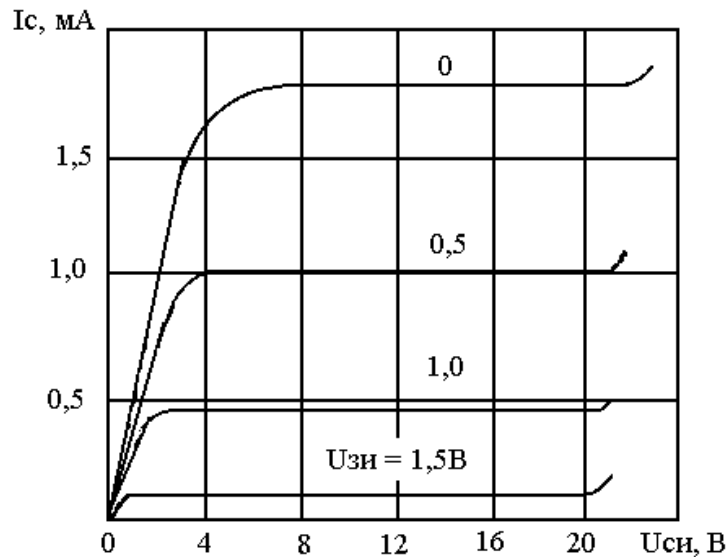

Рисунок 1.3 - Выходные характеристики полевого транзистора КП103
1.3.1. На семействе выходных статических характеристик полевого транзистора КП103 (рисунок 1.3) построить нагрузочные прямые постоянного и переменного тока. Определить максимально возможные амплитуды входного и выходного напряжений (при условии, что отсечки тока нет и амплитуда выходного тока равна току покоя).